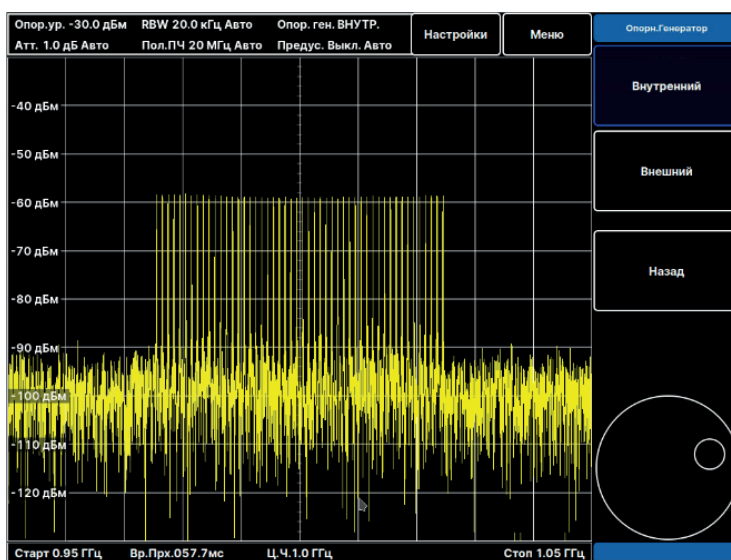

Рис. 6. Выбор опорного источника
- нажмите экранную клавишу **Внешний / External** (Рис.6);